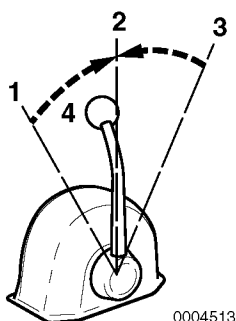

Figure 2
Utilisez la manette d'accélération (**Figure 2, (4)**) pour commander l'accélération et la décélération. Déplacez lentement la manette.
2. Lors du déplacement de la manette entre VERS L'AVANT (**Figure 2, (1 ou 3)**) et VERS L'ARRIÈRE (**Figure 2, (3 ou 1)**), mettez embrayage sur NEUTRE (**Figure 2, (2)**) et marquez un temps d'arrêt avant de passer doucement à la position désirée. Ne passez JAMAIS brusquement de VERS L'AVANT à VERS L'ARRIÈRE ou vice versa.